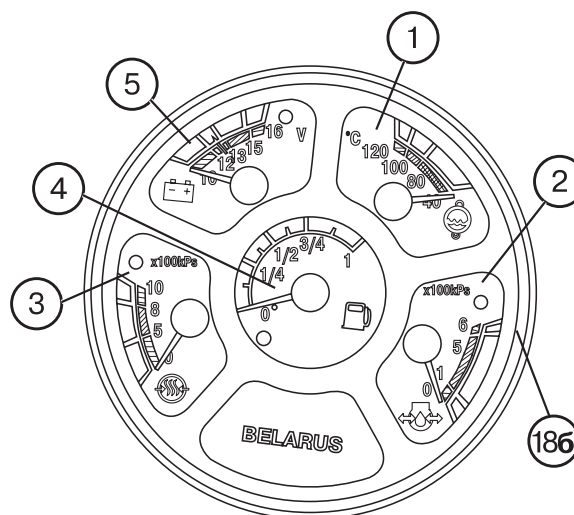

Рис. 10. Комбинация приборов
Комбинация приборов (186) (рис. 10)